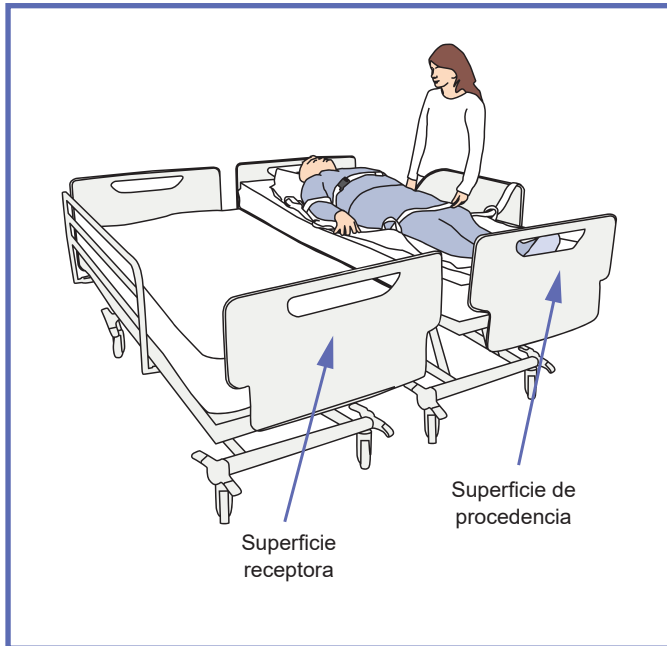

Fig. 12
- 7) Ajuste la altura de la superficie de procedencia para que esté ligeramente más elevada que la superficie receptora (consulte la “Fig. 12”).